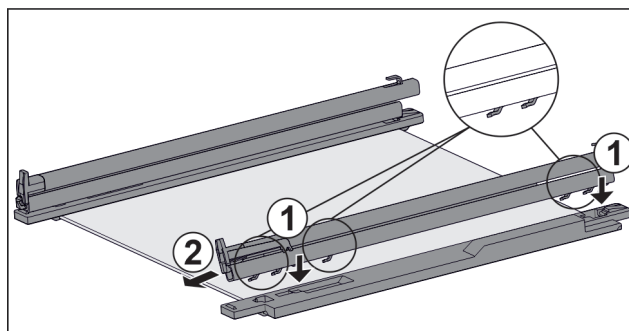

Fig. 121 Płyta szklana z szynami i elementami mocującymi
- ▶ Założyć haki szyny w otworach **lewego** elementu mocującego. *Fig. 121 (1)*
- ▶ Pociągnąć szynę do przodu. *Fig. 121 (2)*
- ▶ Założyć haki szyny w otworach **prawego** elementu mocującego. *Fig. 121 (1)*